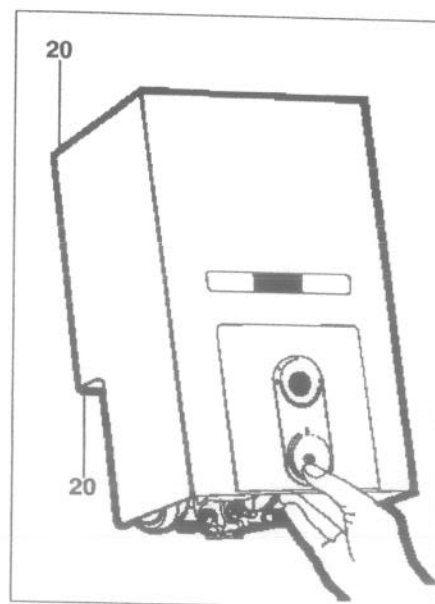

Fig. 3 - BAYARD STAR 5 TSf 2F
- Mettre en place les quatre vis de fixation "20", (fig. 3).